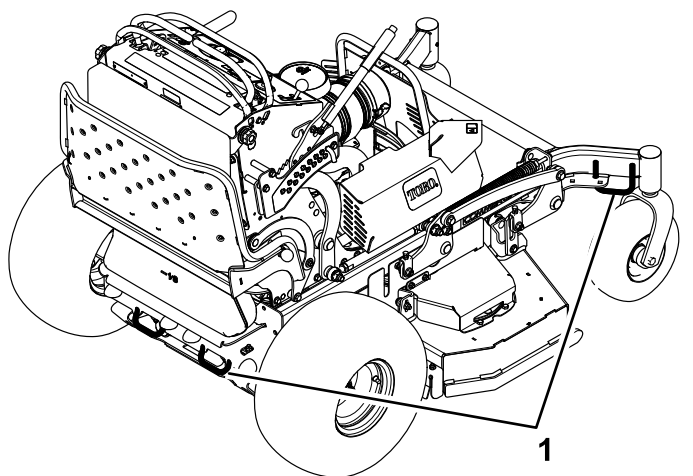

Bild 27
7. Vergurten Sie die Maschine in der Nähe der vorderen Laufräder und der hinteren Stoßstange mit Riemen, Ketten, Kabeln oder Seilen (Bild 27). Ziehen Sie in Bezug auf Anforderungen für Befestigungen geltende Vorschriften zurate.